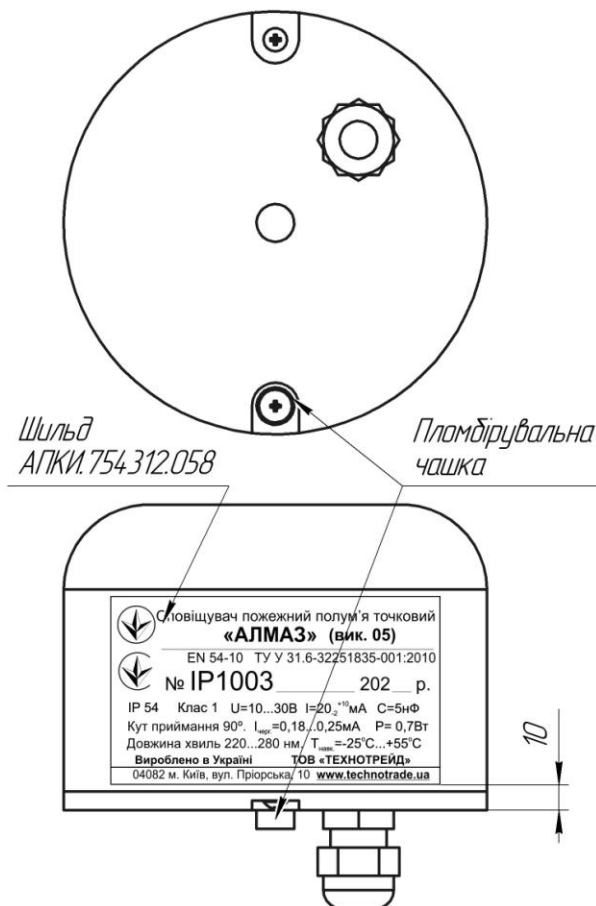

Рисунок 10.1 Маркування СП.
10.1. На корпусі СП укріплений шильд АПКИ.754312.058 (Рис. 10.1), на якому вказано: